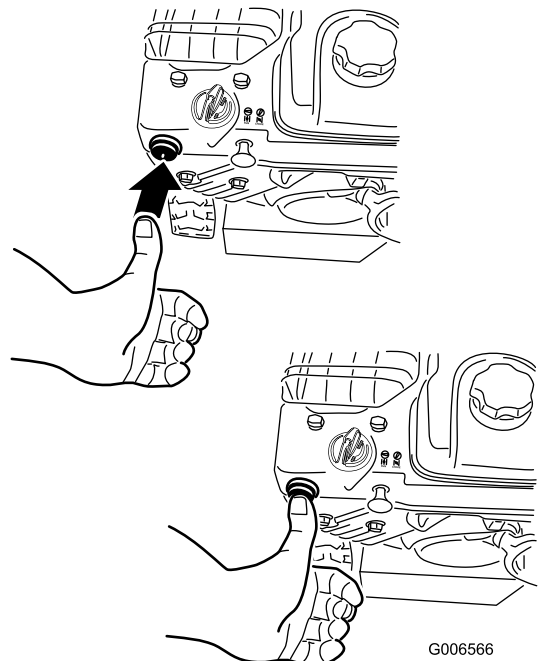

Figure 27
4. Avec le pouce, appuyez fermement sur l'amorceur à 2 reprises (à partir de -9 °C) ou à 4 reprises (en dessous de -9 °C), en marquant une pause d'une seconde chaque fois (Figure 27).